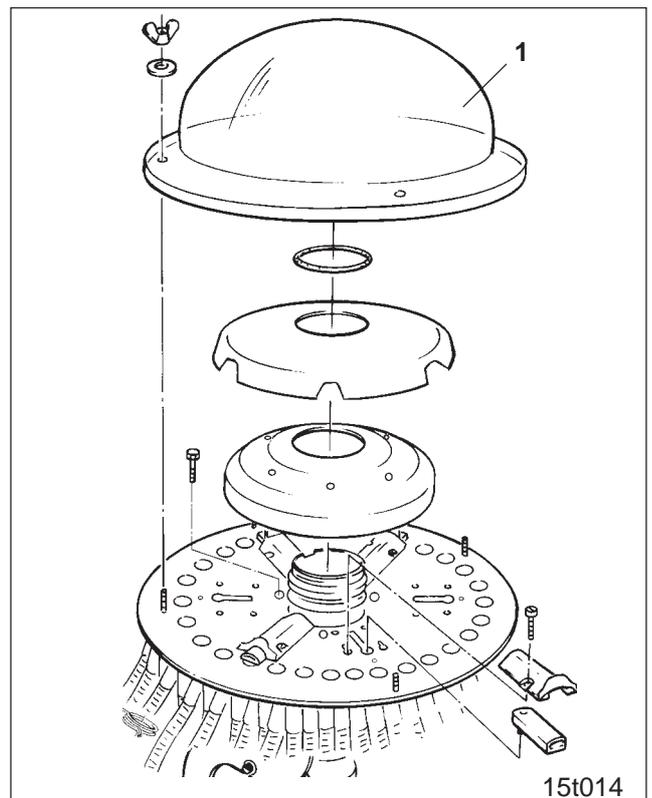

Fig. 40.6
- Verteileraußenhaube (Fig. 40.6/1) entfernen.